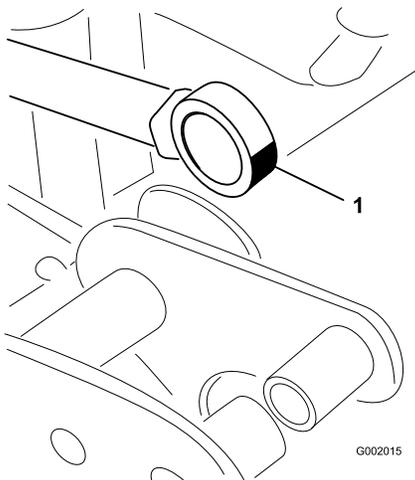

Figura 67
5. Rode o rolamento da extremidade da barra e aplique massa lubrificante no rolamento (Figura 67).